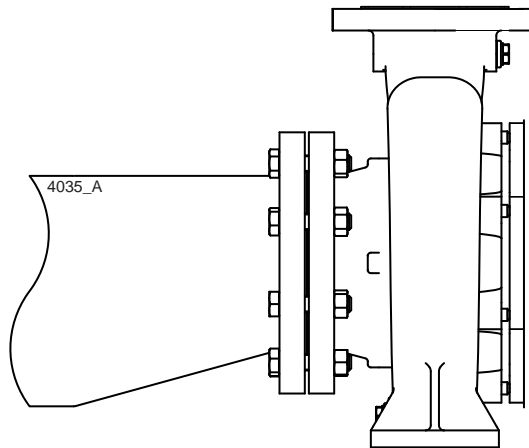

Figure6: Réducteur excentrique vers la bride d'aspiration.
- Prévoyez des dimensions généreuses pour le passage du tuyau d'aspiration. Ce tuyau doit être aussi court que possible et son trajet vers la pompe ne doit pas permettre la formation de poches d'air. Si cela n'est pas réalisable, un dispositif d'aération doit être prévu au point le plus élevé du tuyau. Si le diamètre intérieur du tuyau d'aspiration est plus grand que celui du raccord d'aspiration de la pompe, une pièce de réduction excentrique doit être utilisée pour éviter la formation de poches d'air et de tourbillons. Voir figure 6.